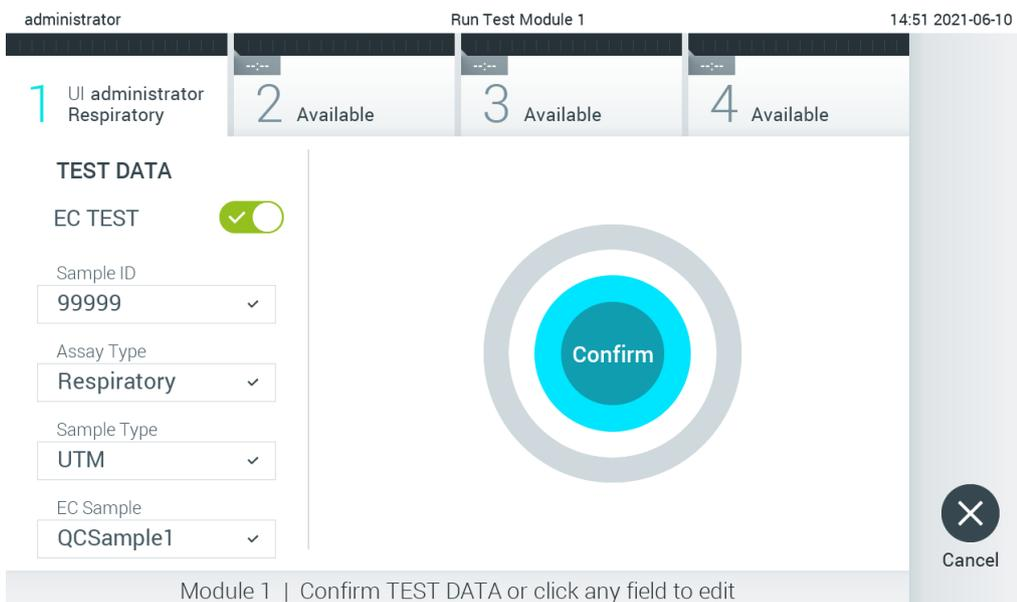

Figura 93. Schermata Confirm (Conferma).
7. Appare la schermata Confirm (Conferma). Rivedere i dati immessi e apportare le modifiche necessarie premendo sui campi pertinenti sul touchscreen e modificando le informazioni (Figura 93).